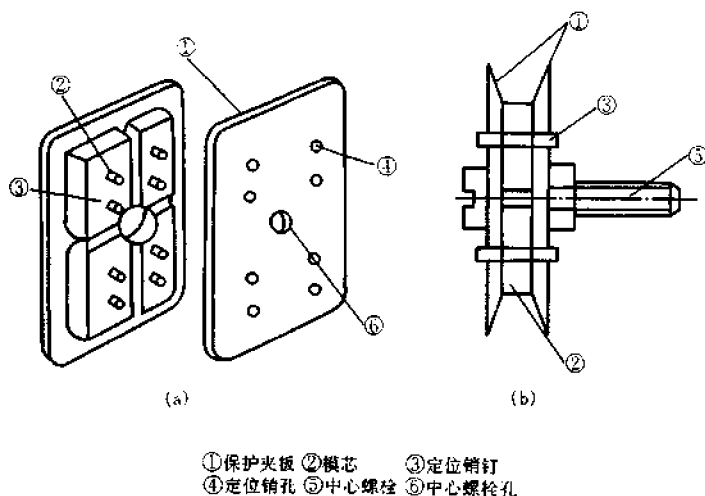

图 7-16 无框架动圈模具的组成及装配
按原动圈尺寸做一副模架。图 7-16(a)为模架组成图,(b)为装配图。在业余条件下,模架不一定做得十分规范,只要能在其上绕动圈就行。为便于脱模,绕前可在模具表面涂一层凡士林。将模架装于绕线机上用规定线径的漆包线绕规定圈数,可每两层涂一些粘合胶(如万能胶)。绕好后将线头末端固定绕在模具螺栓⑤上,以防散开。然后带模放进 120~140 $^{\circ}$ C 的烘箱中烘烤 4~5 小时后成形取出,趁热小心用镊子将线圈从模架脱出。烘烤时温度不宜过高,以免损坏漆包线的绝缘漆层。线圈脱模后应立即浸入硝基清漆中浸泡 1 分钟左右,然后用细线悬于烘箱中(约 60~80 $^{\circ}$ C)烘 1 小时。从烘箱中取出后,测量线圈应通路,最后装轴尖座与游丝等复原即可。